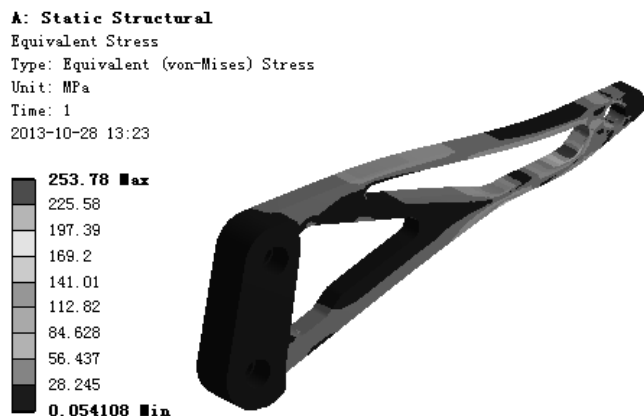

图 2.9.9 等效应力结果图解
(1) 查看等效应力结果图解。在“Outline”窗口中单击选中 Equivalent Stress，查看图 2.9.9 所示的等效应力结果，可知最小应力为 0.054108 MPa，最大应力为 253.78 MPa。